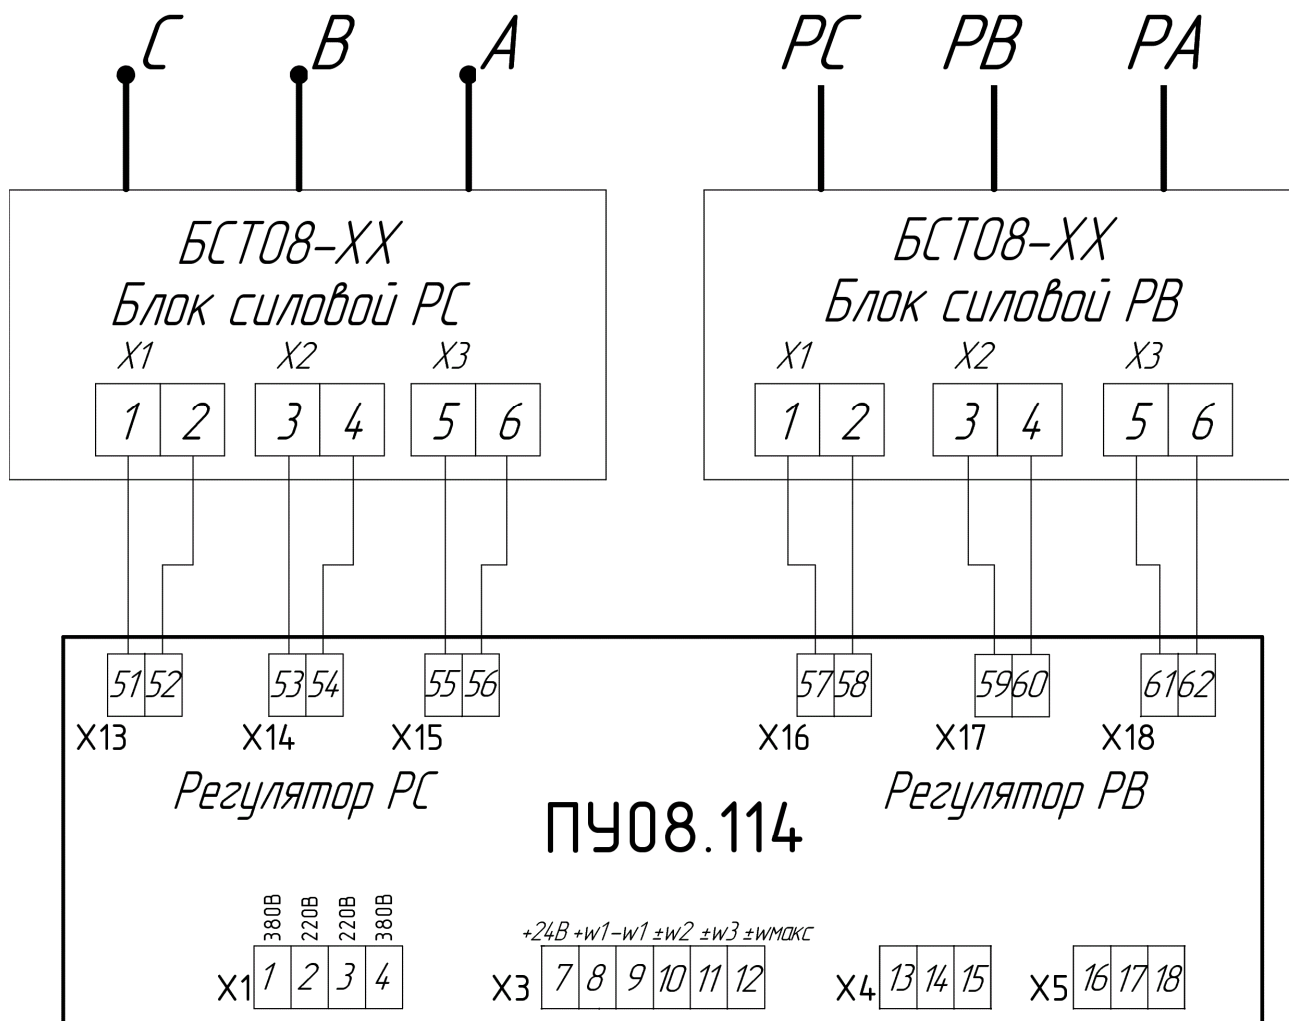

Рисунок 3 – Схема соединения платы управления ПУ08.114 с силовыми блоками РС и РВ
3.5 Схема подключения платы управления ПУ08.114 к силовому блоку представляет собой схему регулятора РСТ08 (см. рисунок 3).